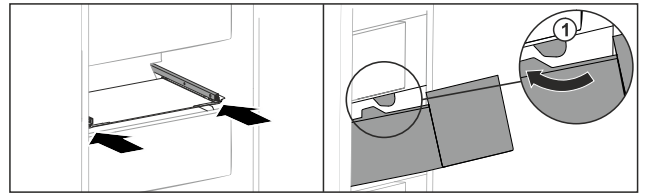

Fig. 221
- ▶ Vie vetolaatikko rajoittimen *Fig. 221 (1)* ohi.